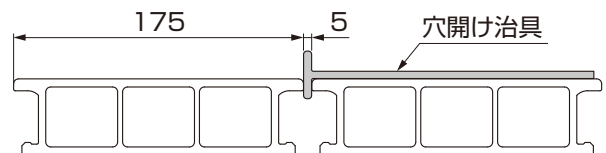

図3-3
- 穴開け治具を使って、床板と床板のすき間を5mmにしてください。(図3-3参照)